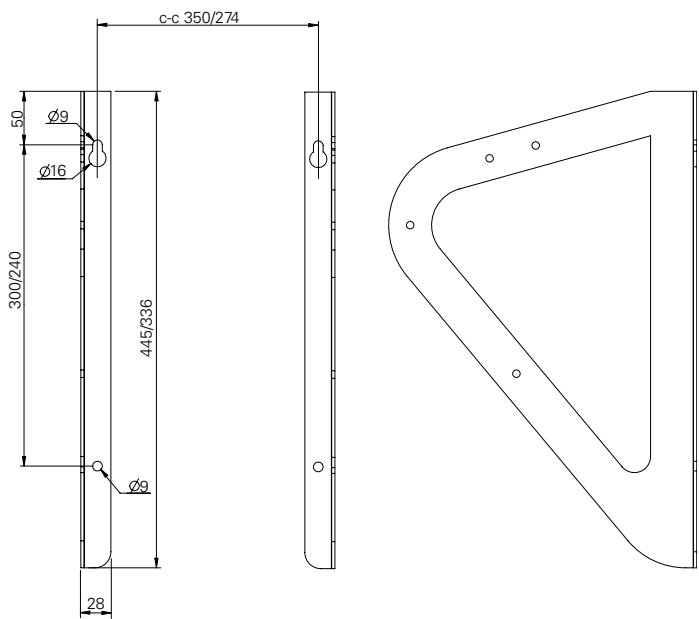

Fig. 2
1. Percer quatre trous au mur en vérifiant l'entreaxe selon la figure 2 de la page 2. Mettre les vis dans les deux trous supérieurs.